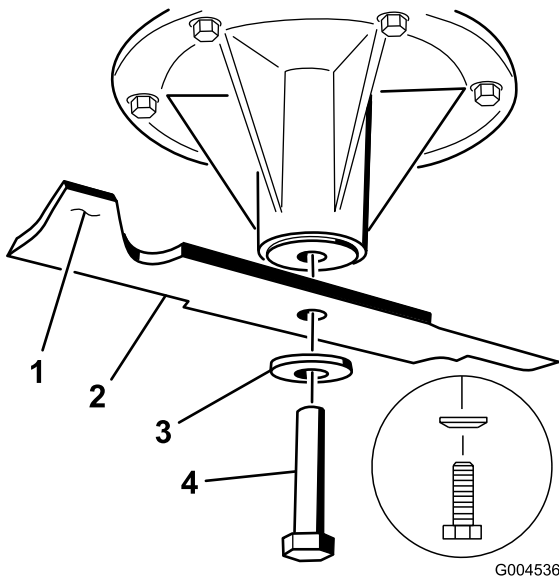

図 78
2. スピンドルのシャフトからブレード・ボルト、湾曲ワッシャ、ブレードを取り外す（図 78）。
ればバランスがとれているからそのまま使用してよい。もし傾くようなら、重い方の裏面を少し削って調整する（図 78）。バランスがとれるまで調整する。